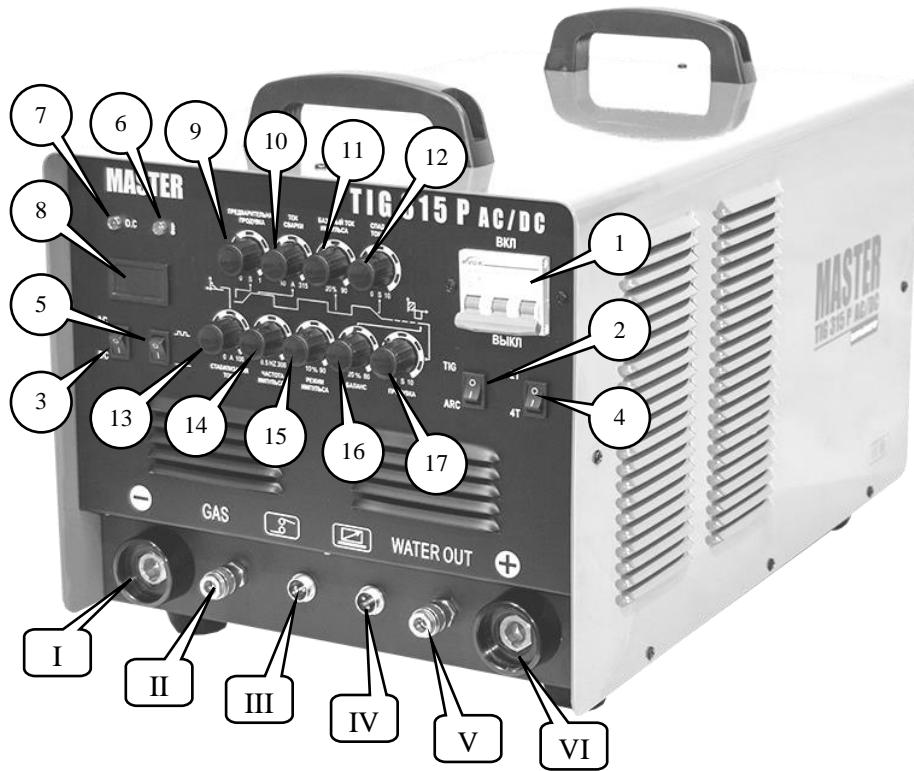

Рис. 1. Расположение органов управления и индикации
- Подключить силовой разъем держателя электродов к разъему I (Рис. 1) сварочного аппарата.
- Подключить силовой разъем держателя электродов к разъему VI (Рис. 1) сварочного аппарата.
Данная линейка аппаратов имеет возможность дистанционного управления сварочным током. Пульт дистанционного управления необходимо подключить к разъему IV аппарата (Рис. 1) и установить рукоятку регулировки сварочного тока 10 в положение, соответствующее минимальному току.